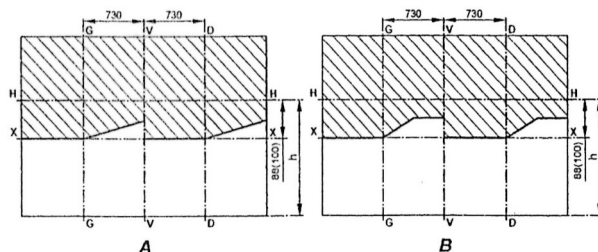

Рис. 8.7. Разметка экрана для регулировки фар:
- установить ненагруженный автомобиль на ровную горизонтальную площадку на расстоянии 10 м от экрана (рис. 8.7);
У отрегулированных фар горизонтальный участок светотеневой границы должен совместиться с линией X — X (рис. 8.7А, 8.7В), наклонные участки светотеневой границы должны соответствовать рис. 8.7А (с маркировкой на рассеивателе «Λ» и рис. 8.7В (с маркировкой на рассеивателе «ОСВАР»), а точки пересечения горизонтального и наклонного участков светотеневой границы — с линиями G — G и D — D.